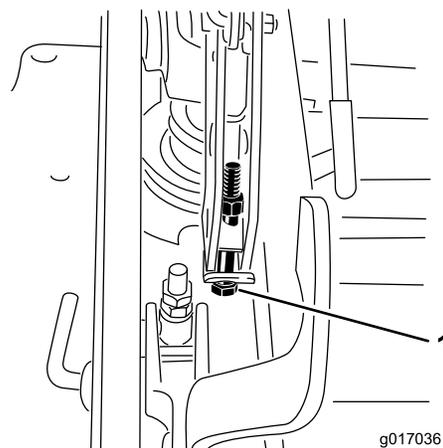

Figura 96
13. Se il piatto è troppo basso, serrate il bullone di regolazione da un punto unico ruotandolo in senso orario. Se il piatto è troppo alto, allentate il bullone di regolazione da un punto unico ruotandolo in senso antiorario (Figura 96).